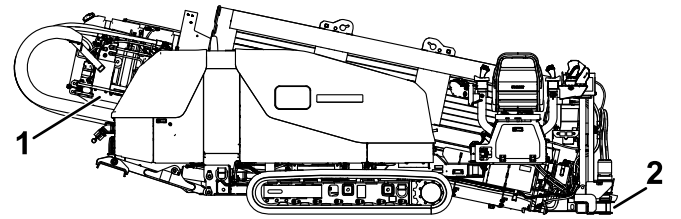

Bild 60
2. Stellen Sie den BOHREN/SETUP-schalter in die SETUP-Stellung, senken Sie den Schubrahmen ab und kippen Sie den Bohrrahmen, bis die Platte den Boden berührt (Bild 60).